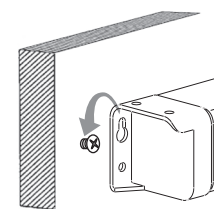

Рис. 2
- подвешивание на стену: замерьте расстояние между петлями на корпусе и прикрутите шурупы соответствующего диаметра к стене с учетом высоты экрана, подвесьте экран крепежными петлями на шурупы, как показано на рис.2